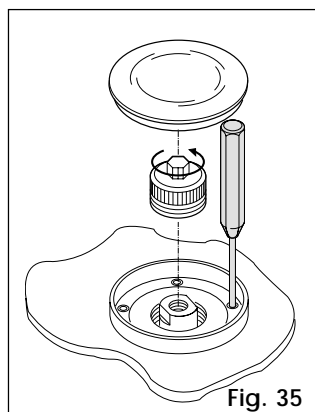
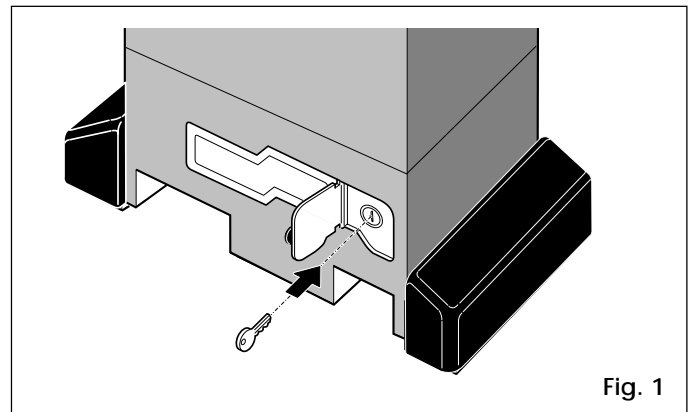

Fig. 35
Fig. 1
- 2) Togliere la protezione del foro (Fig.1 rif.9) e svitare completamente il tappo della vite di regolazione della frizione come da Fig.35.
Per accedere al serbatoio è necessario togliere temporaneamente il tappo di carico olio (Fig.1 rif.10).
- 1) Aprire lo sportellino di protezione ed inserire l'apposita chiave in dotazione nella serratura (Fig. 1).